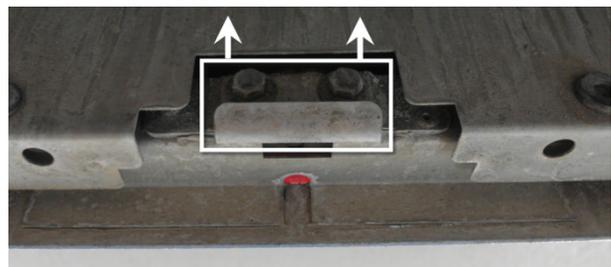

FIGURE 59 : MENTONNET
23. Si la trappe a été déplacée vers le bas, il peut être nécessaire de descendre légèrement le mentonnet (FIGURE 59). Pour ce faire, desserrer les boulons de fixation (2 boulons) et déplacer le mentonnet dans le sens indiqué par les flèches. Serrer fermement les boulons du mentonnet une fois l'ajustement terminé.